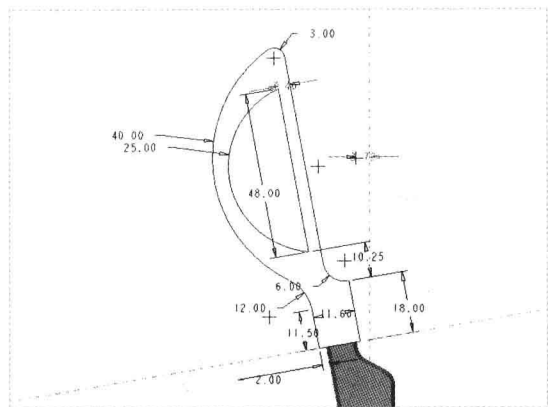

图 15-66 绘制截面 4
Step 17 采用与上同样的方法，使用“拉伸”命令，弹出“拉伸”选项卡，在绘图区选择 DTM2 平面作为草绘平面，进入草绘环境；单击“草绘”选项卡中的相应按钮，绘制截面，如图 15-66 所示，单击“关闭”面板中的“确定”按钮✓，完成截面绘制并退出草绘环境。